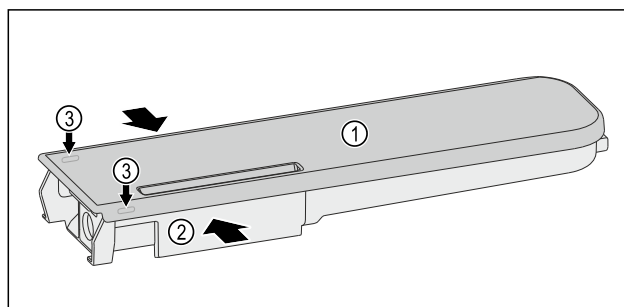

Fig. 125
- ▶ Stlačte nádrž na vodu Fig. 125 (2) k sobě a víko Fig. 125 (1) opatrně vypáchte přes západky Fig. 125 (3) a vytáhněte nahoru.
- ▶ Víkem Fig. 125 (1) pohybujte lehce tam a zpět a sejměte jej nahoru.